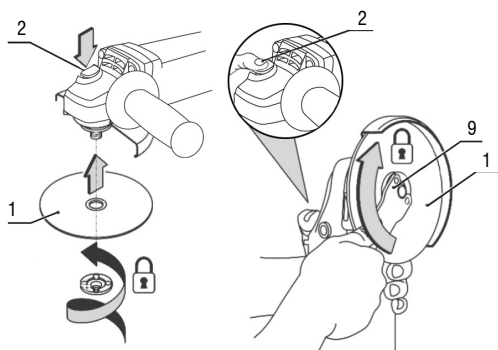

Fig. 8 – Cambiando el disco
- f. Coloque la tuerca en el eje y aprétela con la llave (9), Fig. 8.